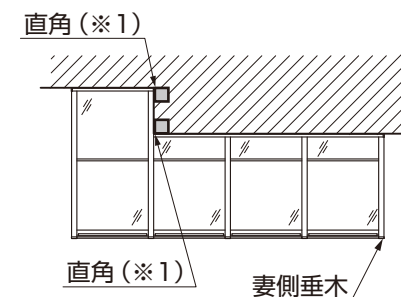
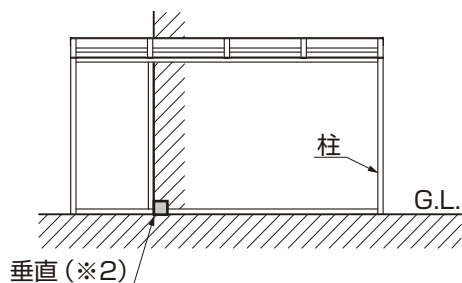

図6-18 上面図
図6-19 正面図
- 躯体外壁の直角度 (※1)、垂直度 (※2) に狂いが生じている場合は、取付けることができませんので、修正してください。修正時の部材については、現場で手配してください。(図6-18、図6-19参照)